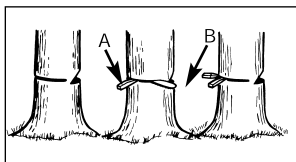

Рис. 11С
1. Используйте деревянные или пластиковые клинья (А), чтобы избежать втягивания шины или цепи (В) в пропил. Клинья также позволяют контролировать направление падения дерева (Рис. 11С).
**ПРЕДУПРЕЖДЕНИЕ:** Когда валочный распил приблизится к штырю, дерево должно начать падать. Как только дерево начнет падать, выньте пилу из прореза, заглушите двигатель, отложите пилу в сторону и быстро отойдите в заранее намеченную сторону (Рис. 11А).